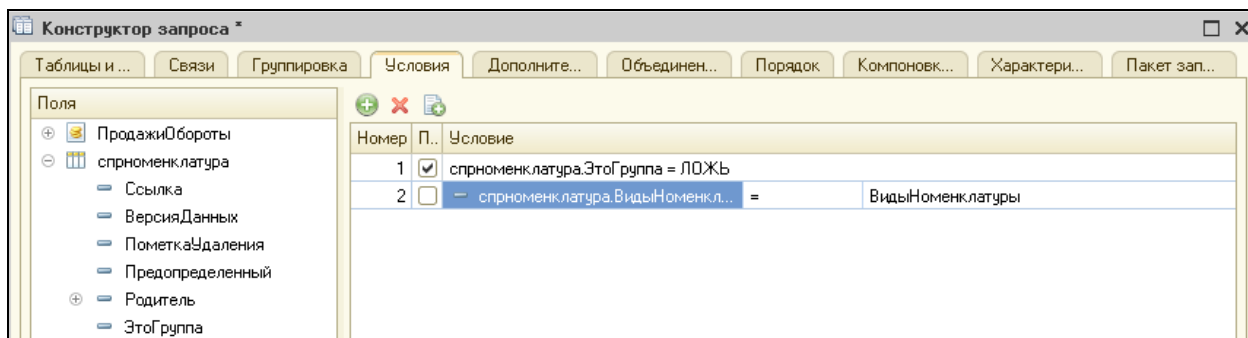

Рисунок 4.17 Добавление нового условия
7. Создать второе условие. В этом условии указать, что выбранный элемент будет услугой. Для этого двойным щелчком перенести поле **ВидНоменклатуры** в список условий. Конфигуратор сам создает текст условия. (рис. 4.17).